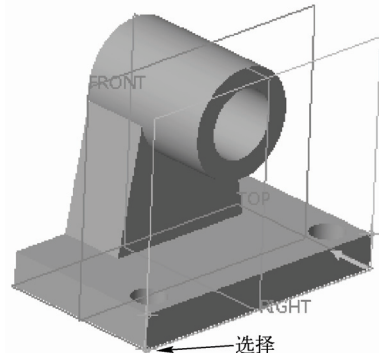

图 5-18 选择 3 个顶点
STEP 02 在功能区选项板的“模型”选项卡中，单击“基准”面板中的“平面”按钮，弹出“基准平面”对话框，按住〈Ctrl〉键的同时，在模型上依次选择 3 个顶点，如图 5-18 所示。